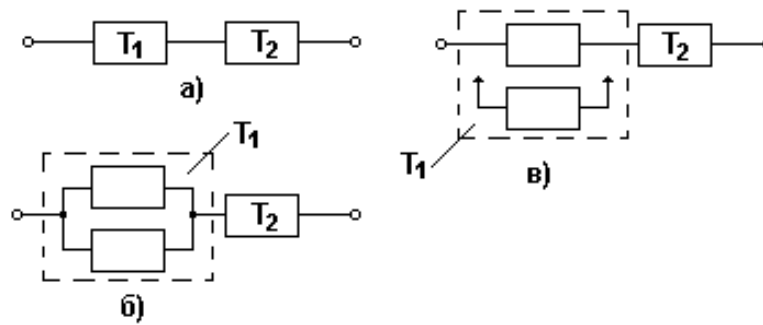

Рис. 1. Варианты построения изделия
1. Предложено конструктором три варианта схем построения изделия, представленные на рис.1: